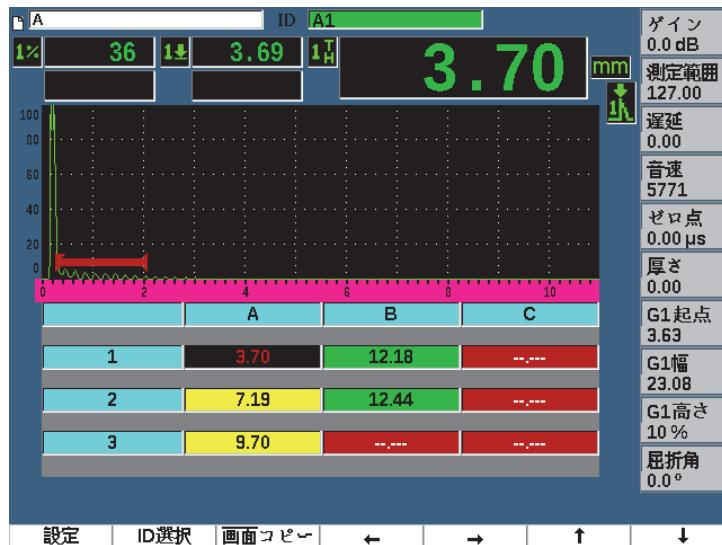

図 10-26 内容画面のグリッド管理
4. **ID 選択** (P2 キー) で表示したい特定の ID を選択しハイライト化します（235 ページの図 10-26 参照）。